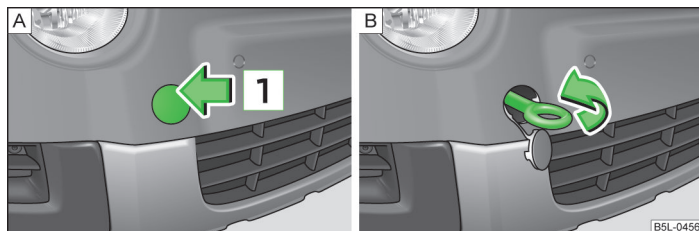

Fig. 176 Paraurti anteriore: Smontaggio della copertura / Montaggio dell'occhione di traino
- Sulla metà superiore della copertura premere nella direzione della freccia **1** » fig. 176 - **A**.
- Avvitare l'occhione di traino verso sinistra, sino al punto di arresto » fig. 176 - **B** e quindi serrarlo quanto più possibile.